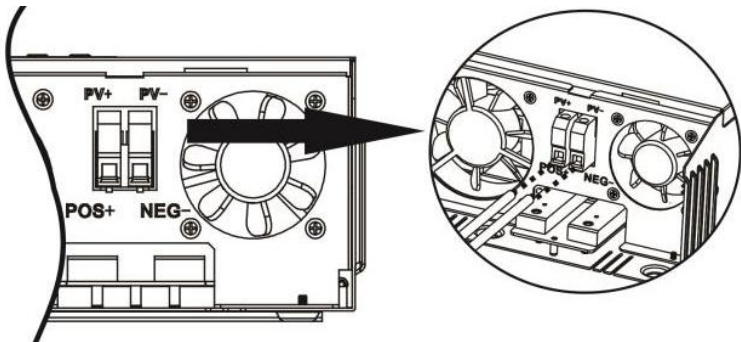

Abb. 5-14 Lage der PV-Klemmanschlüsse.
- Führen Sie die konfektionierten Leitungsenden durch die entsprechende Bodenöffnung und schrauben diese gemäß der Polarität an den PV-Klemmanschlüssen (Abb. 5-14) an. Das aufzubringende Drehmoment beträgt dabei 1,2-1,6 Nm.